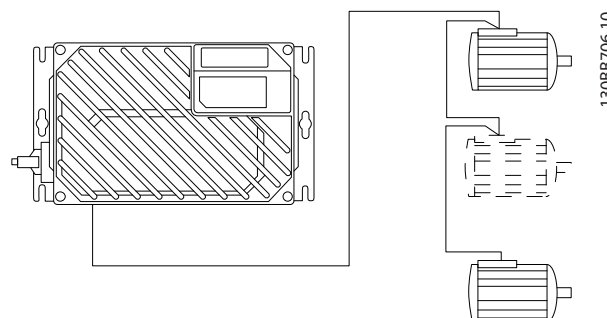

Abbildung 2.8 Parallelschaltung von Motoren
- Installationen mit gemeinsamem Anschluss wie in *Abbildung 2.8* werden nur bei kurzen Kabeln (max. 10 m) empfohlen.